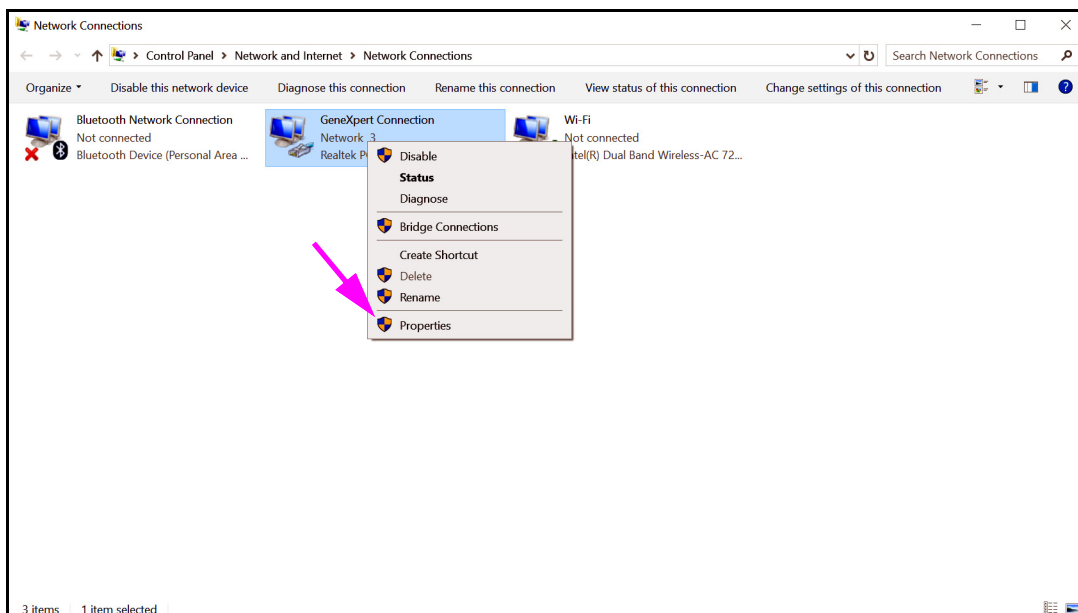

Figura 2-47. Schermata Network Connections (Connessioni di rete) con menu a discesa
6. Fare clic con il tasto destro sulla voce **GeneXpert Connection (Connessione GeneXpert)**. Viene visualizzato un menu a discesa. Vedere la Figura 2-47.